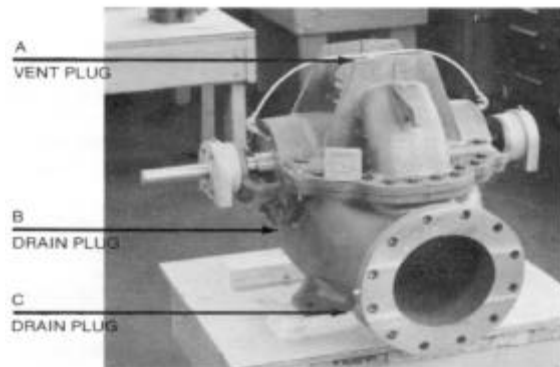

FIGURA 40 – BOMBA CON SELLOS MECANICOS SOBRE LAS CAMISAS DEL EJE
1. Drene la bomba abriendo el obturador de ventilación (A, Figura 40) y retire los obturadores de drenado (B y C) en las boquillas de succión y descarga.